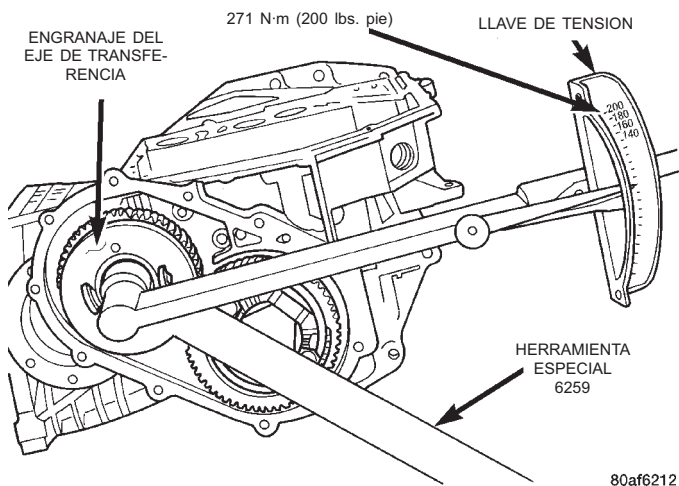

Fig. 261 Apriete la tuerca con una torsión de 271 N·m (200 lbs. pie)
(6) Instale la nueva tuerca retén y la arandela y apriete con una torsión de 271 N·m (200 lbs. pie) (Fig. 261). Mida el juego longitudinal del eje de transferencia. Este debe ser de 0,05 a 0,10 mm (0,002 a 0,004 pulg.).